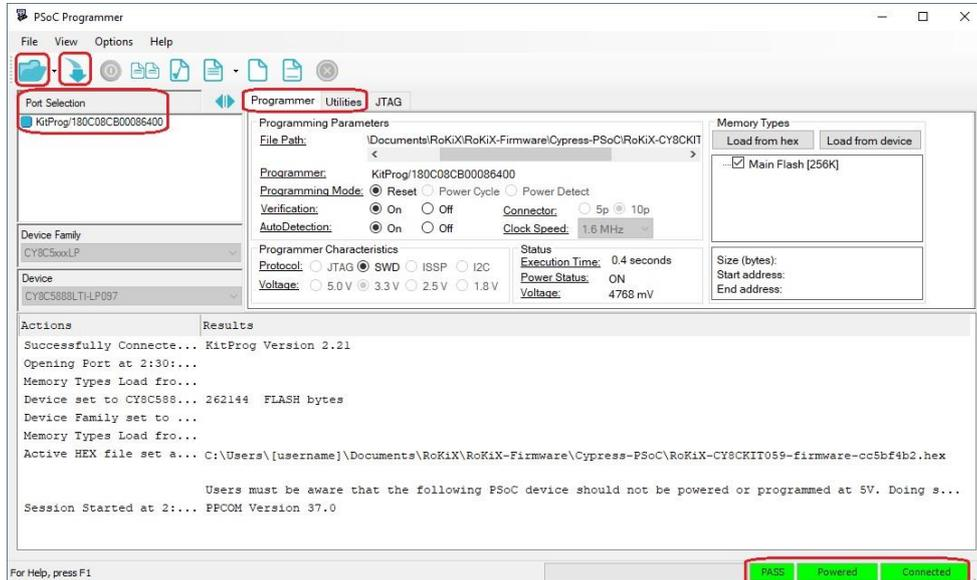

Figure 22. PSoC Programmer 画面
4. コンピューターで PSoC Programmer を開きます。開いたら、ウィンドウの右下にあるステータスバーに「Powered」と「Connected」のステータスメッセージが表示されていることを確認します (Figure 22)。表示されていない場合は、CY8CKIT-059 プロトタイプキットが USB ポートに正しく接続されていることを確認してください。
5. 次に、[Open Folder]ボタンを押すか、メニュー ([File] > [File Load]) を押すか、F4 キーを押して、手順 2 で説明したファームウェアの hex ファイルを選択します (Figure 22)。
6. 次に、下矢印ボタンを押すか、メニュー ([File] > [Program]) を押すか、F5 キーを押して、CY8CKIT-059 プロトタイプキットのファームウェアをフラッシュします (Figure 22)。